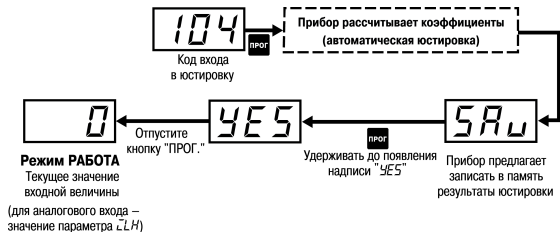

Рисунок 8.2 – Схема юстировки наклона характеристики ТС или датчика с унифицированным выходным сигналом
4. Не менее чем через 15 – 20 сек после включения питания провести юстировку прибора (см. *рисунок 8.2*). Юстировка производится автоматически. После юстировки прибор возвращается в режим **Работа**.